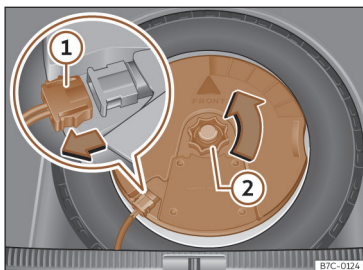

Fig. 206 En el maletero: desmontar el subwoofer.
- Desconecte el cable del altavoz subwoofer >>> **fig. 206 ①.**
- Gire la ruedecilla de fijación en sentido contrario a las agujas del reloj >>> **fig. 206 ②.**